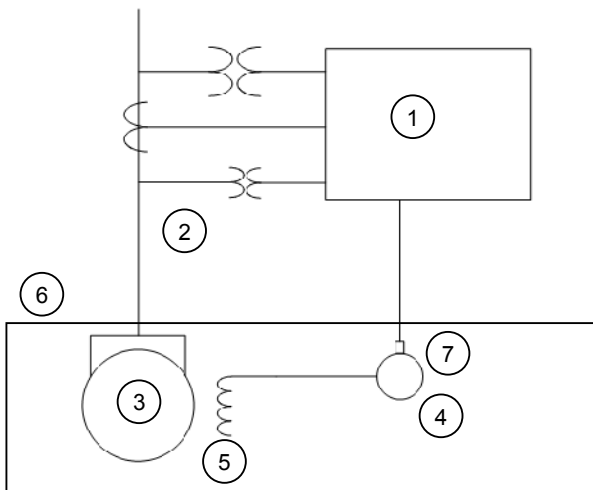

Рисунок 4.5. Общая схема соединений (генератор со щетками)
- На Рисунок 4.5 показана однолинейная схема соединений двигателя со щетками.
Расшифровка обозначений на Рисунок 4.5: